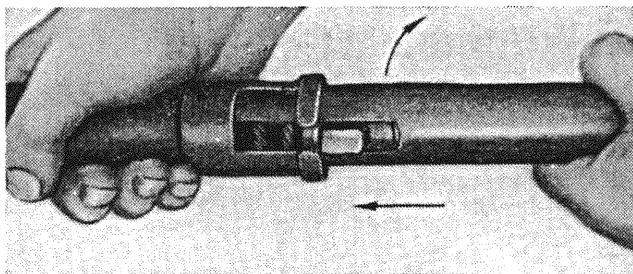

Рис. 93
1. Цилиндр пневмоперезарядки вставить в прибор для поджатия возвратной пружины так, чтобы шип трубки возвратной пружины вошел в паз трубки прибора; повернуть цилиндр так, чтобы он удерживался в приборе. После этого завернуть винт до упора в направляющий стержень (рис. 93).